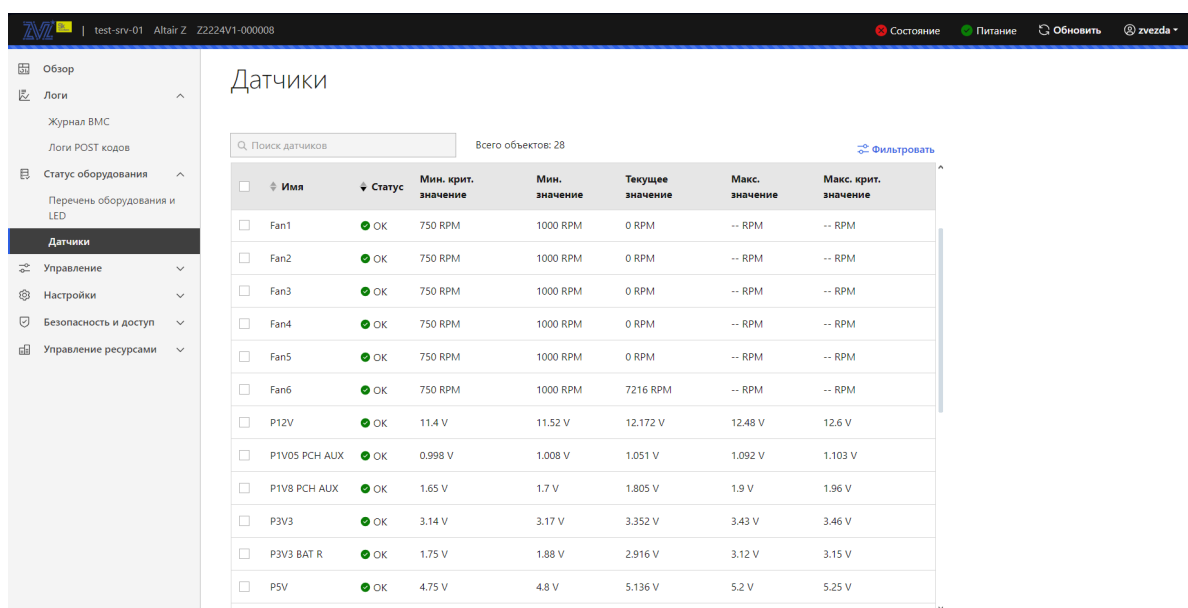

Рис. 83. Окно «Датчики»
- 5) Пройдите во вкладку «Статус оборудования» → «Датчики» в данной вкладке отображены всех датчиков установленных в сервер. В поле «Поиск датчиков» производится поиск датчиков. Окно показано на рис. 83 Окно «Датчики»